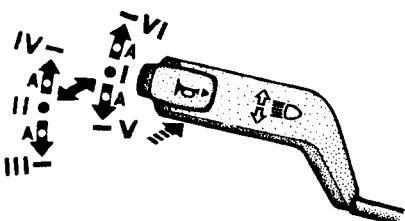

Рис. 5.2. Положения рычага переключателя указателей поворота и света фар (со звуковым сигналом)
3 – рычаг переключателя указателей поворота, света фар и звукового сигнала*. Рычаг имеет шесть фиксированных положений – I, II, III, IV, V и VI и четыре нефиксированные положения «A» (рис. 5.2 и 5.3).
При нажатии на кнопку рычага (из любого его положения) вдоль оси включается звуковой сигнал* (без фиксации) – см. рис. 5.2.
** На части автомобилей звуковой сигнал включается переключателем указателей поворота и света фар (см. рис. 5.2).
* На части автомобилей звуковой сигнал включается переключателем указателей поворота и света фар (см. рис. 5.2).